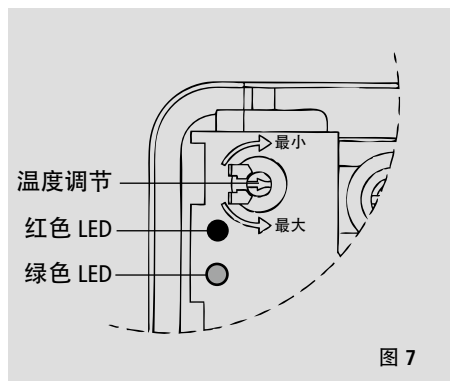

图 7
最高出水温度可通过电位器设置为约 30 °C 至 50 °C (图 7)，仅限由专业人员进行调节。出厂设置温度约为 45 °C。顺时针旋转电位器可调低最高出水温度；逆时针旋转则调高此温度。
3. 如有需要，可在设备内设置所需出水温度（见图 7）。